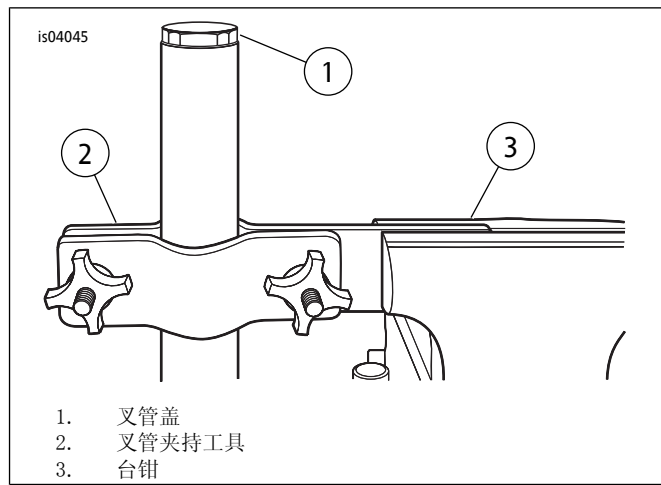

图3。将叉管安装至夹持工具中
1. 参见图3。取出FORKTUBEHOLDER(叉管夹持工具)(零件编号HD-41177)并执行以下操作：
3. 参见图3。小心地从叉管上拆下叉管盖(1)和O形环。请注意，叉管塞受到弹簧挤压，因此在松开最后一圈螺纹时应紧紧抓住塞。